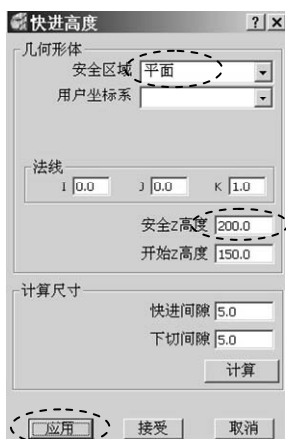
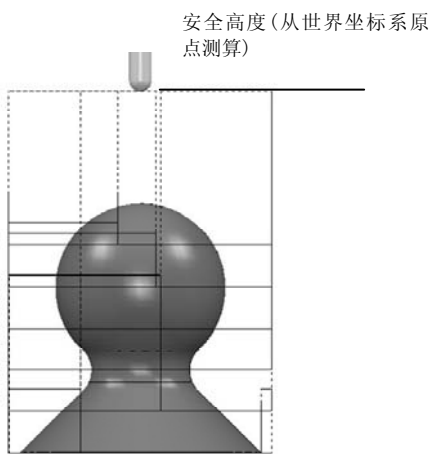

图 2-27 平面参数设置
图 2-28 平面快进刀具路径
1) 在 PowerMILL 综合工具栏中, 单击快进高度按钮, 打开“快进高度”表格。按图 2-27 所示更改安全高度为 200.0, 单击“应用”按钮, 系统即将新的安全高度应用于当前激活的刀具路径, 如图 2-28 所示。